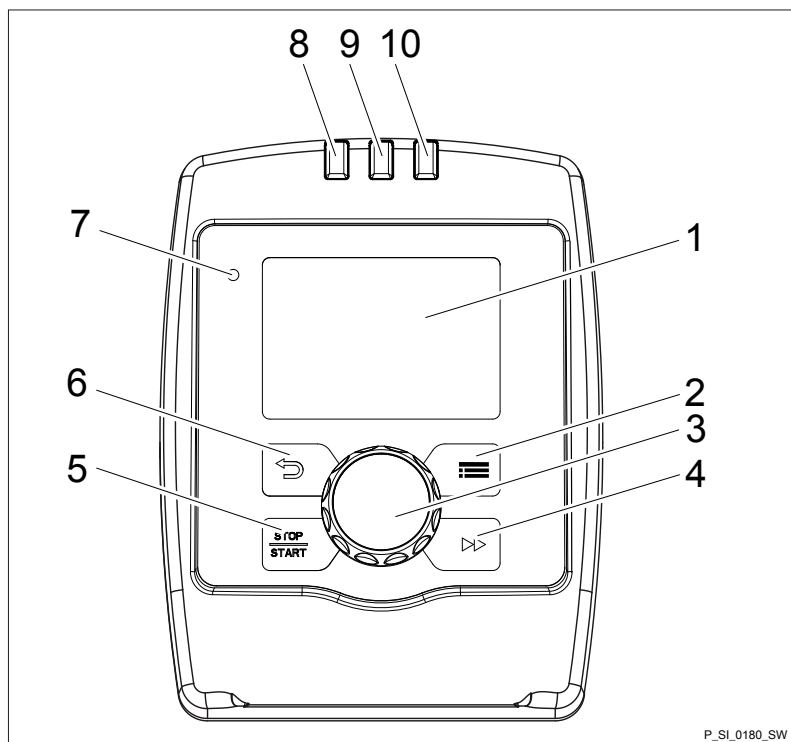

Fig. 4 : Éléments de commande HMI Sigma X type de commande
- 8 LED d'état (comme Fig. 4) et LED d'état CAN Bus (externe)